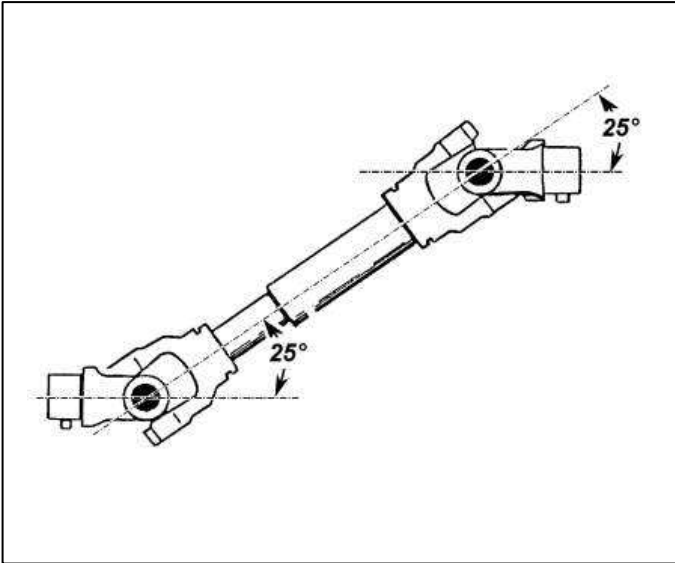
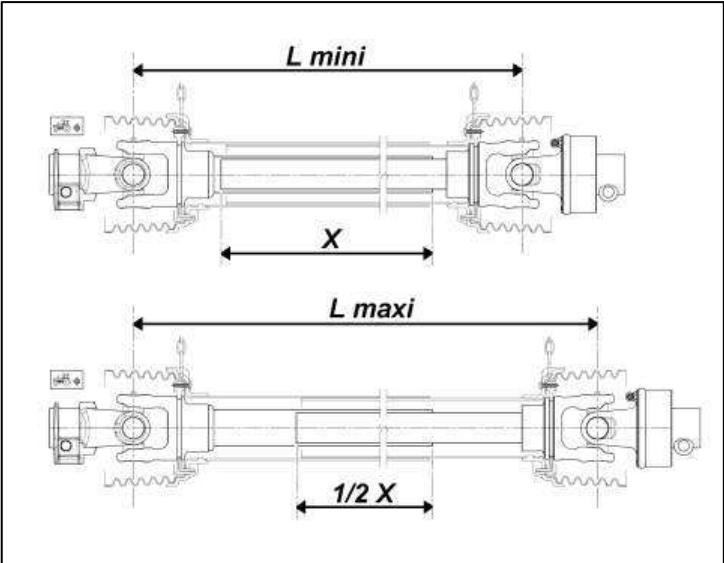

Fig. 1
Fig. 2
- vérifiez que les crochets de verrouillage soient en position haute (fig. 2).
- les galets viennent appuyer sur les butées (fig. 1, A).
- Check that the catches are in the upper position (fig. 2).
- The rollers rest on the limit stops (fig. 1, A).
- Prüfen, ob die Verriegelungshaken in der oberen Stellung sind (Abb. 2).
- Die Laufrollen drücken auf die Anschläge (Abb. 1, A).
- comprobar que los ganchos de fijación están en posición alta (fig. 2).
- los rodillos se apoyan en los topes (fig. 1, A).
- Vidangez les trémies à l'aide des trappes (fig. 1, A). Pour bien vidanger, il est nécessaire de réaliser quelques rotations de roue.
Deux trappes par boîtier permettent la vidange de celles-ci (fig. 2, A).
Une goulotte de vidange existe et permet de vidanger sans effort les trémies Microsem (fig. 1, A).
- Empty the hoppers using the flaps (fig. 1, A). To thoroughly empty the hoppers, it is necessary to carry out some wheel rotations.
Two flaps per unit allow them to be emptied (fig. 2, A). There is a discharge opening which allows you to easily empty the Microsem hoppers (fig. 1, A).
- Die Trichter mit Hilfe der Klappen leeren (Abb. 1, A). Für das ordentliche Entleeren müssen ein paar Radumdrehungen vorgenommen werden.
Die Gehäuse können anhand von je zwei Klappen entleert werden (Abb. 2, A).
Es gibt eine Entleerungsrutsche, mit der die Microsem-Trichter mühelos entleert werden können (Abb. 1, A).
- Vaciar las tolvas mediante las trampillas (fig. 1, A). Para vaciarlas bien, es necesario realizar unos giros de rueda.
Llevan dos trampillas por caja para vaciarlas (fig. 2, A).
El equipo dispone de un canal de vaciado para vaciar sin esfuerzo las tolvas Microsem (fig. 1, A).